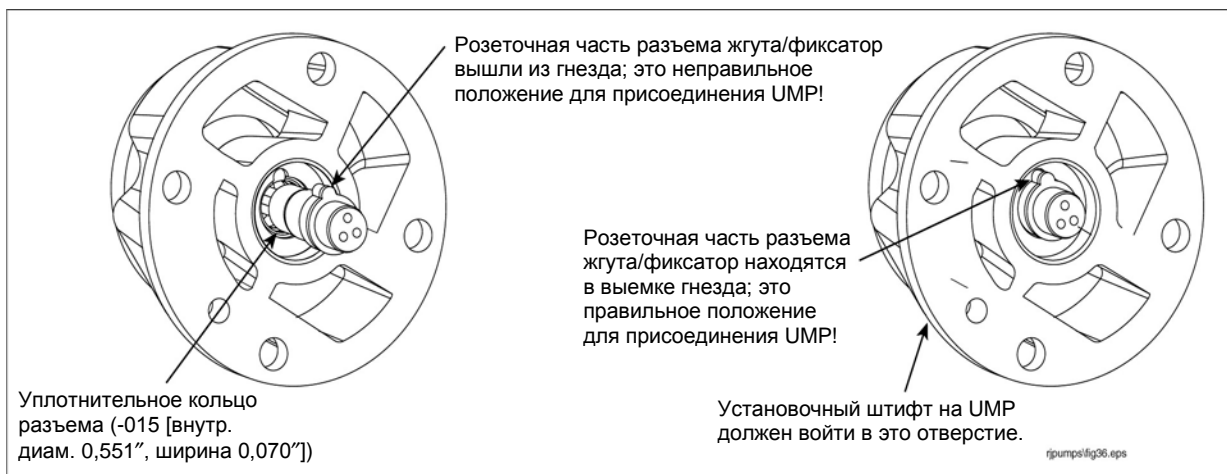

Рисунок 6. Проверка правильности положения розеточной части разъема жгута
1. Осмотрите разъем жгута на конце нагнетательной головки. Разъем должен находиться в гнезде, а его установочный выступ — в выемке гнезда (см. рисунок 6).
- Совместите и вставьте установочный штифт UMP в соответствующее отверстие на нагнетательной головке (см. рисунок 6) и усилием только руки вдвиньте UMP на место. Прежде чем затягивать крепежные болты, убедитесь в том, что UMP плотно прилегает к нагнетательной головке.